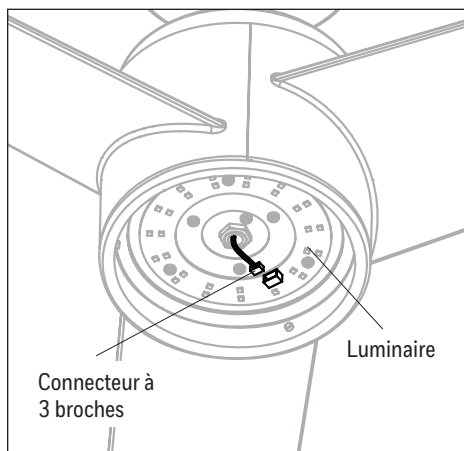

Figure 5.6
- Raccordez ensuite le connecteur à 3 broches du ventilateur au connecteur à 3 broches de luminaire. (Figure 5.6).